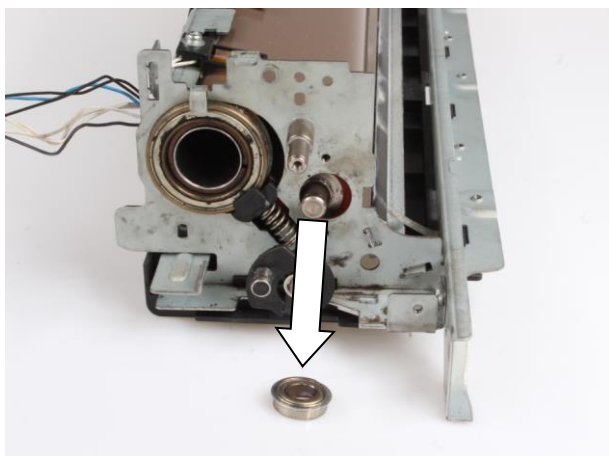

**Rysunek 48** Blaszka mocująca łożysko z prawej strony
25. Odkręcamy blaszki trzymające łożyska wałka gąbczastego z obu stron (rolka do fuser belt KKMFF003QCKBT1). Rys.48,49